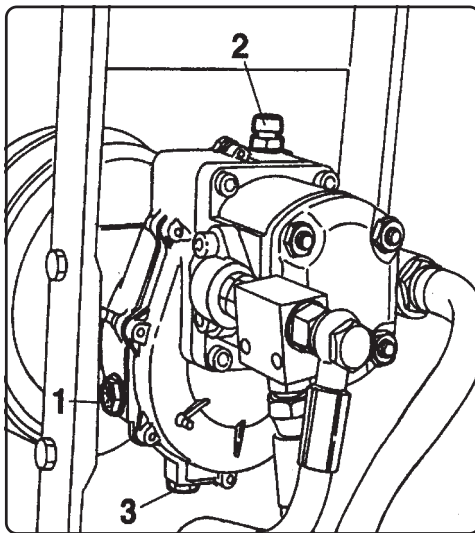

Fig. 10
- 7) **Kontroller regelmæssigt** olieniveauet på maskiner af Mod. 900 med fastgøringsanordning til kardanaksel og som er forsynet med forstærker (Fig. 10). Gå frem på følgende måde:Kontroller
olien ved hjælp af den gennemsigtige prop til olieniveauet, som sidder ved siden af forstærkeren (1. Fig. 10). Hvis der skal fyldes olie på, skal det gøres gennem proppen (2 Fig. 10), der sidder på den øverste del. Det anbefales at udskifte olien til forstærkeren efter **800 timers drift**, og denne operation skal under alle omstændigheder udføres af specialiseret og autoriseret personale.